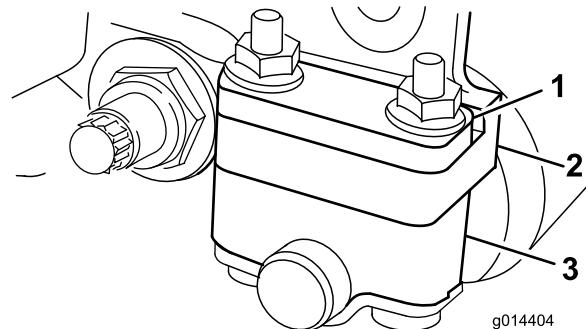
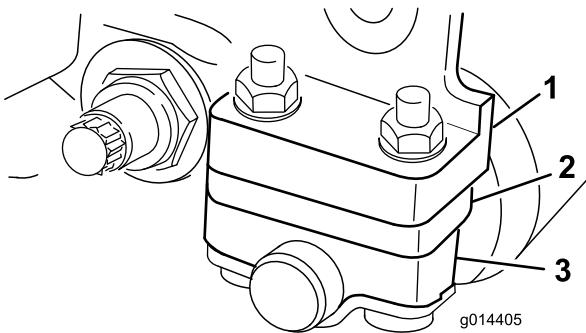

Figura 6
Figura 7
Dependendo do intervalo de altura de corte desejado, pode ajustar os suportes traseiros do cilindro (Figura 6 ou Figura 7) para a posição inferior ou superior:
- Posicione o distanciador acima do flange de montagem da placa lateral (definição de origem) se as definições da altura de corte variarem entre 1,6 e 6,4 mm (Figura 6).
- Posicione o distanciador abaixo da flange de montagem da placa lateral se as definições da altura de corte variarem entre 3,2 e 25 mm (Figura 7).